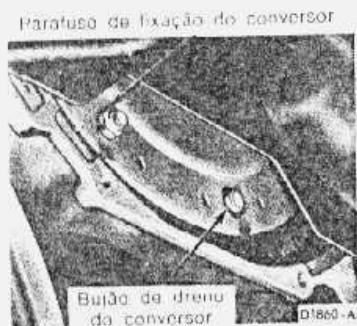

fig. 35 — localização do bujão de dreno
2. Remover os três parafusos de fixação da tampa do conversor, na parte dianteira da carcaça do conversor e remover a tampa. Remover os bujões de dreno do conversor (fig. 35). Deixar escoar o fluido do conversor. Instalar os bujões de dreno do conversor.